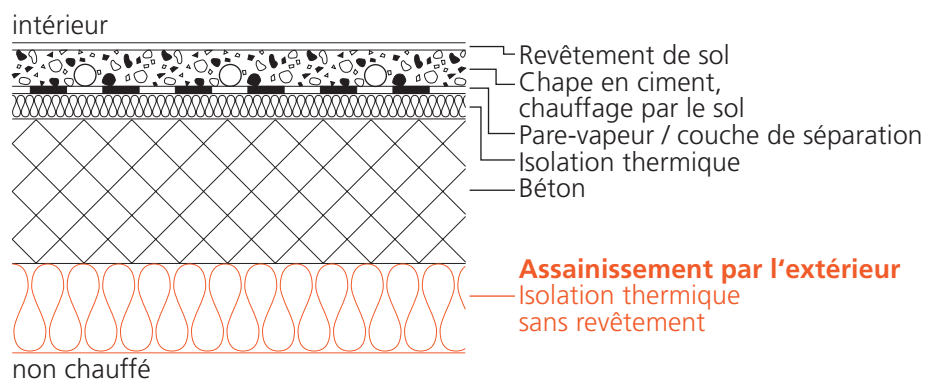

Fig. 9
- En ce qui concerne les systèmes de **chauffage par le sol**, pour le calcul de la valeur U , on ne tient pas compte des couches situées au-dessus de l'isolation, ni du coefficient de transfert de chaleur surfacique intérieur h_i (fig. 9).